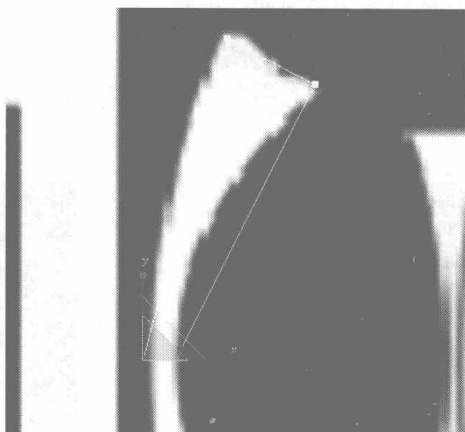
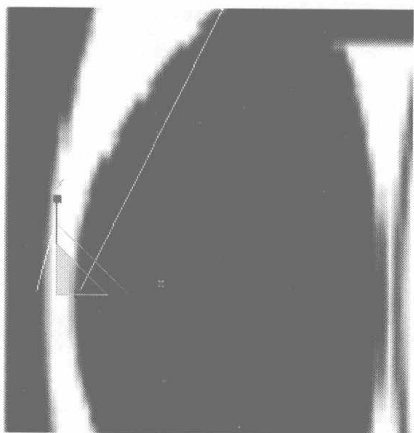

图 6.356
图 6.357
- 02** 进入 Modify 控制面板中单击 按钮, 框选如图 6.356 所示曲线上的两个节点, 在工具栏中单击 按钮, 并在视图中将选择的节点进行缩放, 如图 6.357 所示。